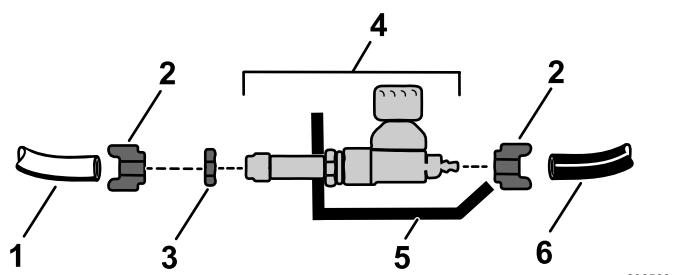

Figura 10
1. Afloje y retire las tuercas de compresión del cuerpo de la válvula (Figura 10).
2. Afloje la contratuerca y retírela de la válvula (Figura 10).
3. Utilice la contratuerca que retiró anteriormente para sujetar la válvula al panel de montaje de las válvulas (Figura 10).
4. Introduzca el tubo azul y el tubo blanco en una tuerca de compresión (Figura 10).
5. Sujete los tubos azul y blanco a la válvula enroscando la tuerca de compresión en la válvula (Figura 10).